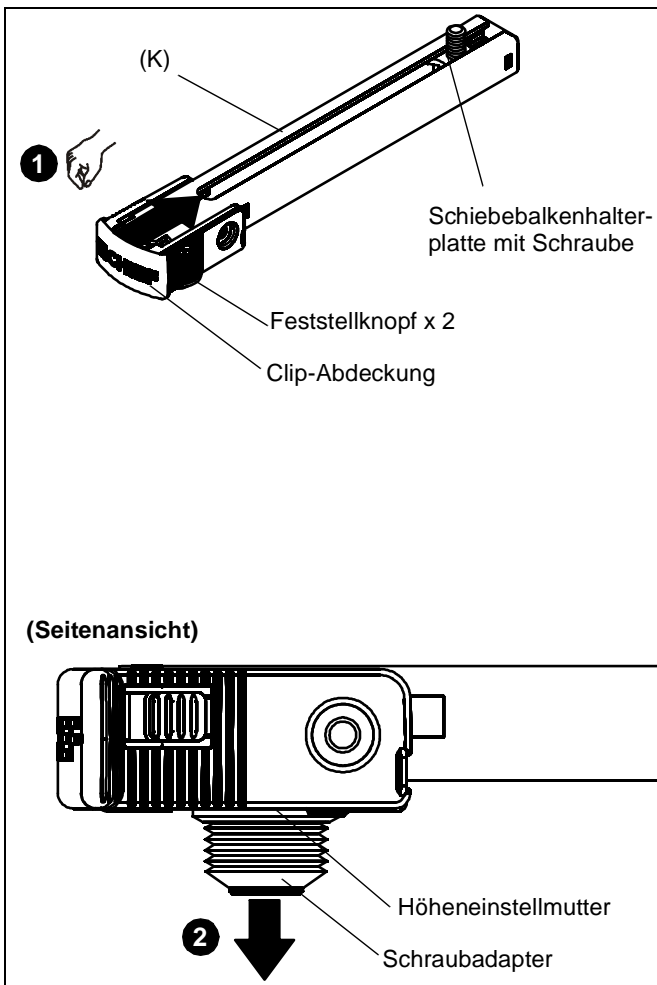

Abb. 13
1. Drücken Sie fest auf die Feststellknöpfe am SLMU-Bein (K) und schieben Sie gleichzeitig die Clip-Abdeckung in Richtung der eingeschlossenen Schiebebalkenhalterplatte mit der Schraube. (Siehe Abb. 13)
2. Der Schraubadapter und die daran befestigte Höheneinstellmutter werden freigegeben. Legen Sie die Teile für einen späteren Gebrauch beiseite. (Siehe Abb. 13)